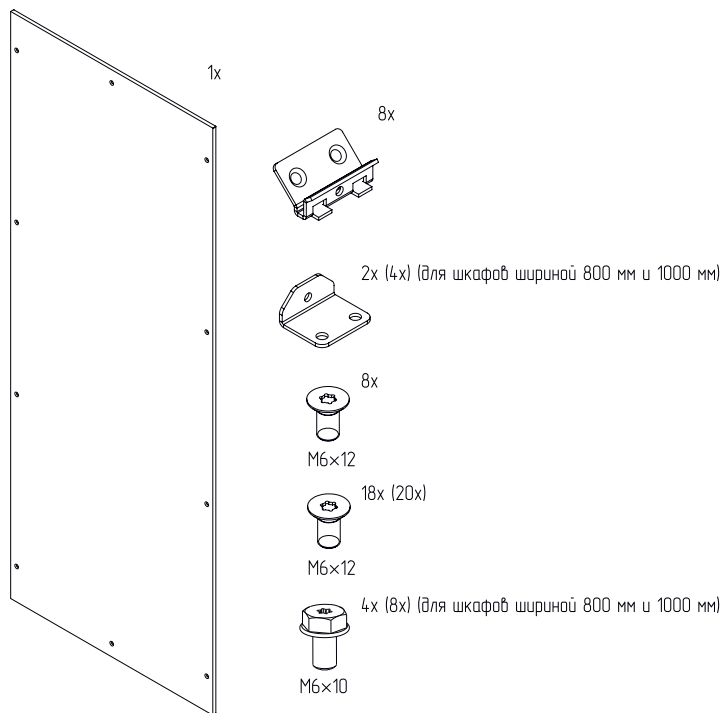

Рисунок 1
- проверить комплектность (рисунок 1,2).